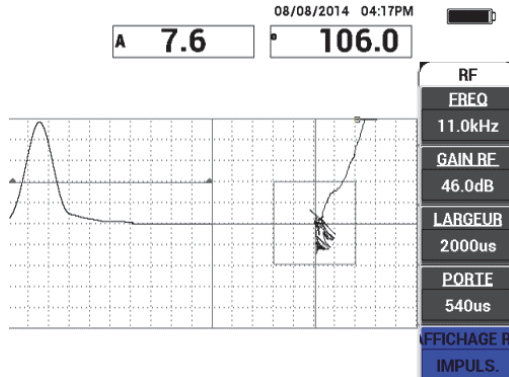

Figure 6-6 Affichage IMPULS.
- Si vous le préférez, réglez le paramètre **AFFICHAGE RF** (touche E) à **IMPULS.** (voir la Figure 6-6 à la page 139). Toutefois, il est recommandé d'utiliser le mode